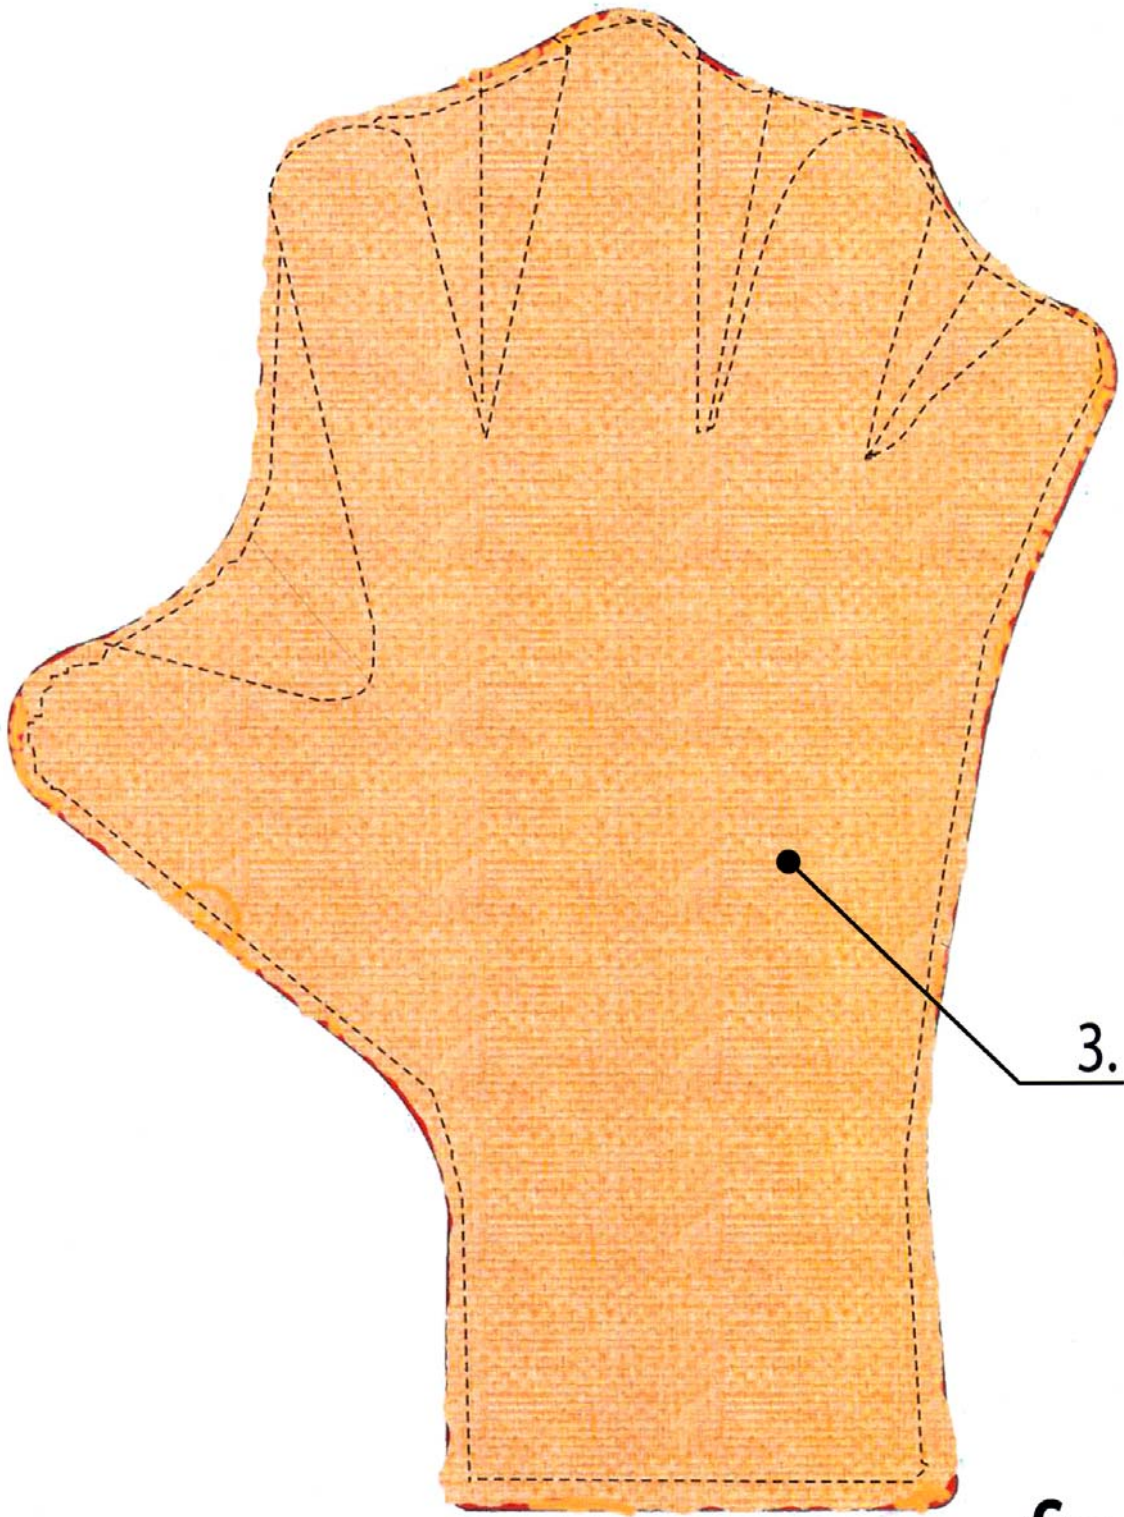

fig.3
- **fig. 3:** przedstawia rzut rękawicy w widoku z dołu
Wprowadzoną innowacją jest zastosowanie **mikrowłókna** w części spodniej rękawicy (patrz: **fig. 3**). **Mikrowłókno** jest do rękawicy trwale przyszyte, tworząc w ten sposób myjkę. Dla wzmocnienia, obrzeże rękawicy obszyte jest paskiem tkaniny ze sztucznego włókna. Przestrzeń między palcami rękawicy tworzy rodzaj *płatwy*, co ułatwia penetrację przedmiotu mytego czy odkurzanego.